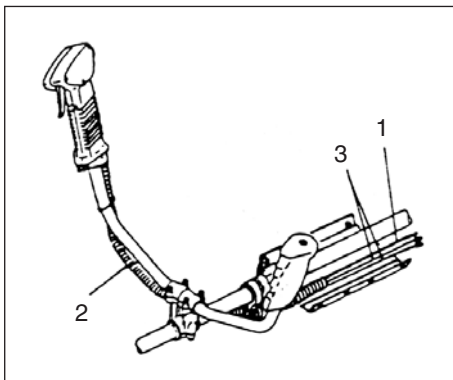

Fig. 1-3
Stik stopledning (3) og gaskabel (1) gennem beskyttelsesrør (2). Tag så underlaget af krogen og vikl de beskyttede stopledning og gaskabel (1) ind i det (Fig. 1-3)